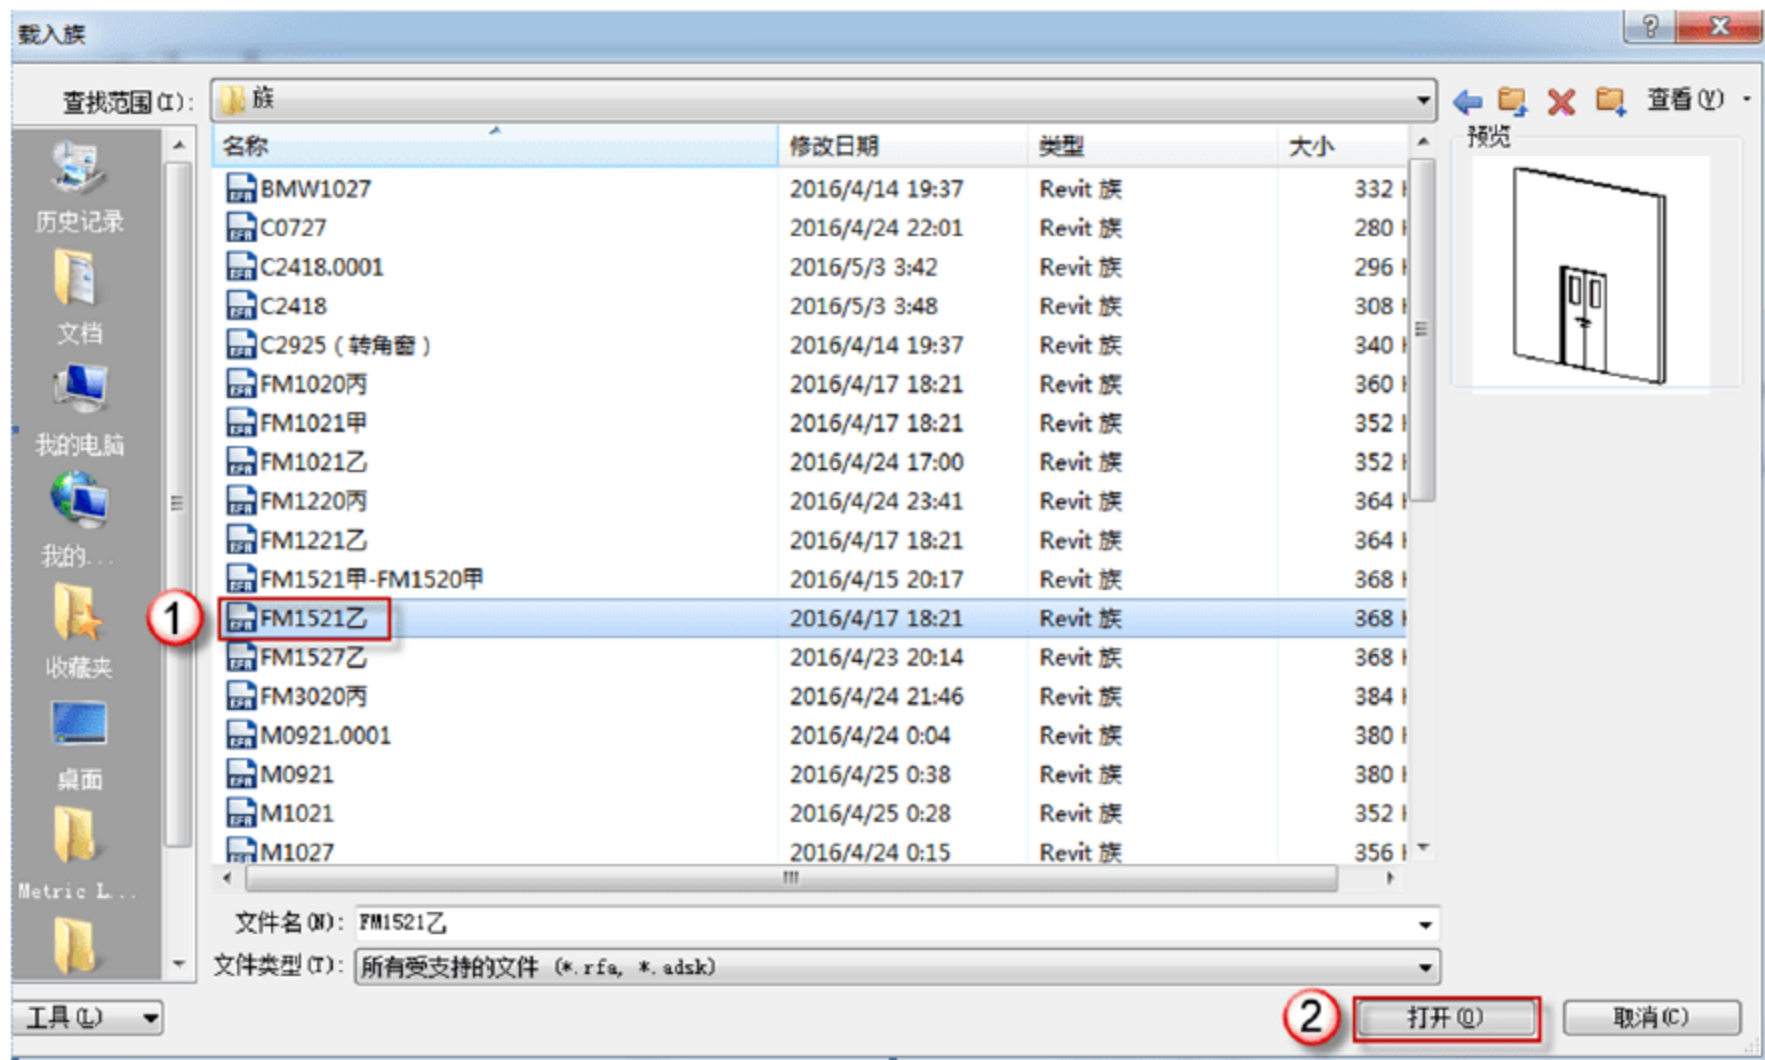

图 9.3.13 载入“FM1521 乙”族文件
(10) 载入“FM1521 乙”族文件。选择“插入”→“载入族”命令，在弹出的“载入族”对话框中，找到前面已建立的门族“FM1521 乙”，然后单击“打开”按钮，如图 9.3.13 所示。